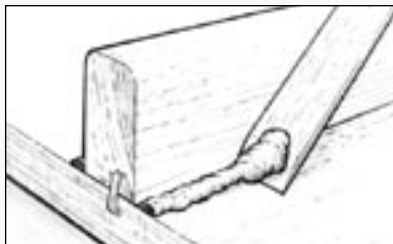

Рис.12. Удалите или разровняйте избыточное количество эпоксидного материала, выступающего из пазов.
4. Удалите или разровняйте избыточное количество клея, выступающего из стыка сразу после того, как детали будут зафиксированы зажимами. Идеальный инструмент для этого – это палочка для смешивания WEST SYSTEM 804, один из концов которой заточен подобно острiu стамески (*Рисунок 12*). Перед снятием зажимов убедитесь в том, что материал застыл.